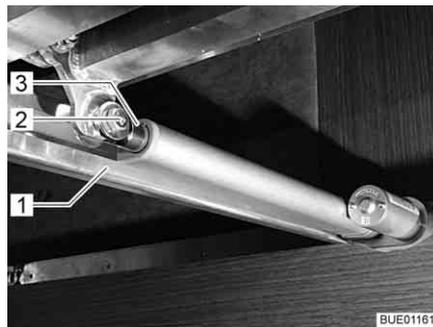

Bild 97 Antrieb
- Verbindung (Bild 97,2) zwischen Schubstange (Bild 97,3) und Lattenrost (Bild 97,1) trennen.